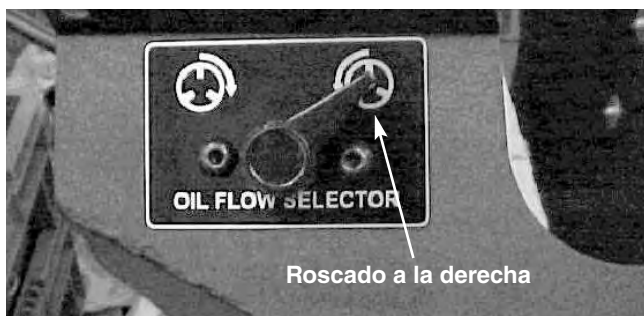

Figura 24 – Selección del flujo de aceite para roscar a la izquierda o a la derecha
2. **Para roscadoras de mandril automático 535:** Instale el kit de válvula automática en RETROCESO (No. Cat. 12138) de acuerdo con las instrucciones del kit, para permitir el flujo de aceite con la máquina en RETROCESO. El kit incluye un mecanismo de selección para el flujo de aceite con roscado a la derecha o a la izquierda (OIL FLOW SELECTOR). Vea la Figura 24.